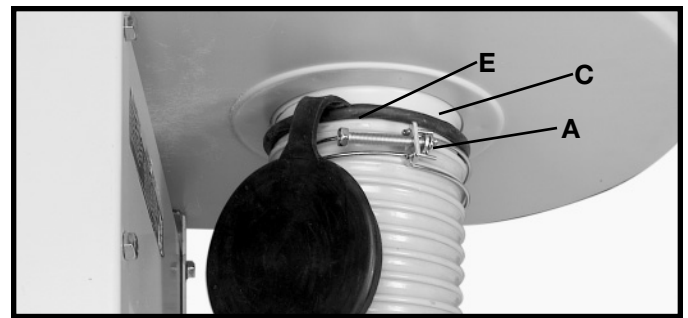
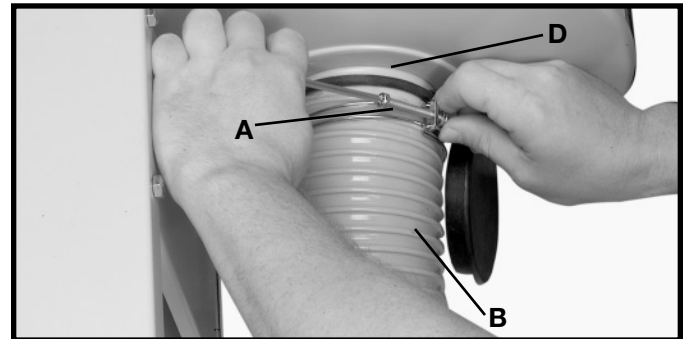

Fig. 17
Fig. 18
Le dépoussiéreur est livré avec un tuyau d'admission de poussière flexible de 10 cm (4 po) de diamètre. Insérer la retenue du capuchon de l'orifice d'admission (E) sur le dépoussiéreur comme indiqué à la fig. 17. **REMARQUE :** ne pas couvrir l'orifice d'admission avec le capuchon de l'orifice d'admission lors du raccordement du tuyau à l'orifice.
Pour l'assemblage du tuyau collecteur au module moteur-souffleur, attacher lâchement le collier de serrage (A) fig. 17, autour d'une extrémité du tuyau flexible (B) et raccorder le tuyau à l'orifice d'admission de la poussière (C). Serrer le collier de serrage du tuyau (A) fig. 18. Assembler l'autre bride à l'autre extrémité du tuyau flexible et le raccorder à la machine de travail du bois.